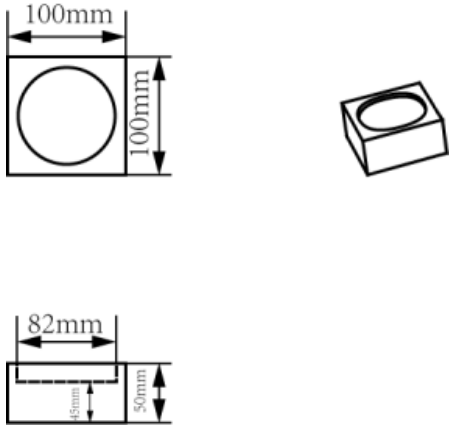
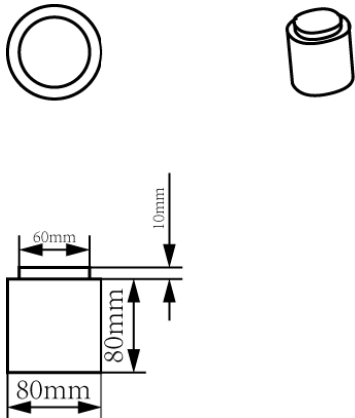

图 4 取料台
图 5 预赛工件尺寸图
(2) 取料区有三个尺寸为长×宽×高=100mm×100mm×50mm 的取料台(具体参数如图 4 所示)), 呈品字形分布, EVA 材质。工件位于取料台中央位置, 共 3 个工件 (具体参数如图 5 所示)。